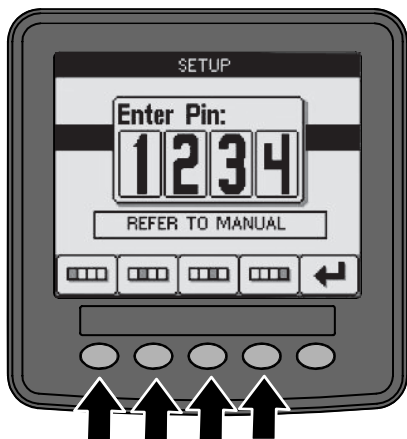

Figura 16
2. Pressione os botões conforme indicado em Figura 16 para introduzir o código PIN.